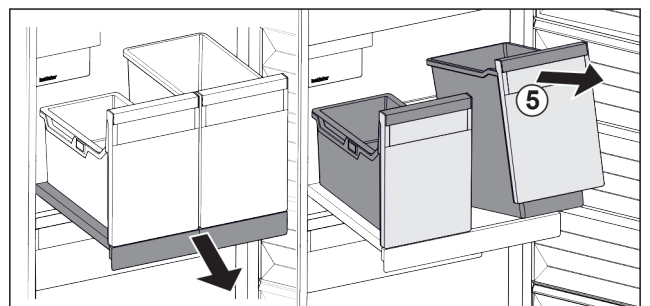

Fig. 84
- ▶ Bak Fig. 84 (5) aan voorzijde optillen.